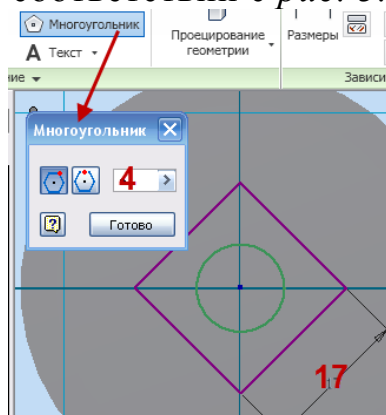

Рис. 3.53. Создание концевого профиля
- Выберите инструмент  **Многоугольник**, в диалоговом окне **Многоугольник** – количество углов – вбейте – **4**, создайте квадрат (со стороной **17 мм**) в соответствии с *рис. 3.53*.
- Нанесите размеры при помощи инструмента  **Размеры** в соответствии с *рис. 3.53*.